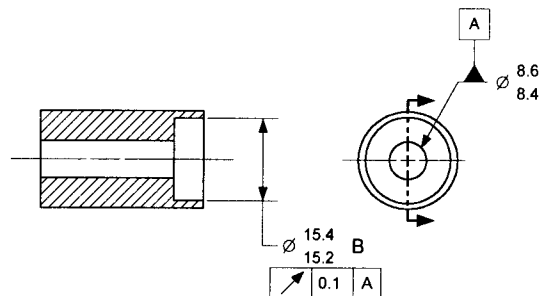

Figura 6
28. En la Figura 6, la frontera de peor caso para el diámetro *B* es _____.